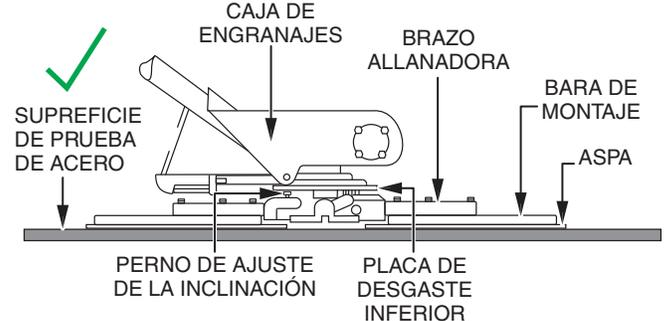

Figura 45. Aspas planas (Correcto)
2. Incline las aspas tan planas como sea posible (Figura 45). Los pernos de ajuste de la inclinación apenas deben tocar (separación máxima 0,10 pulgadas (2,54 mm) la placa de desgaste inferior. Todos los pernos de ajuste deben estar espaciados a la misma distancia de la placa de desgaste inferior. Si alguno de los pernos no hace contacto, es necesario un ajuste.